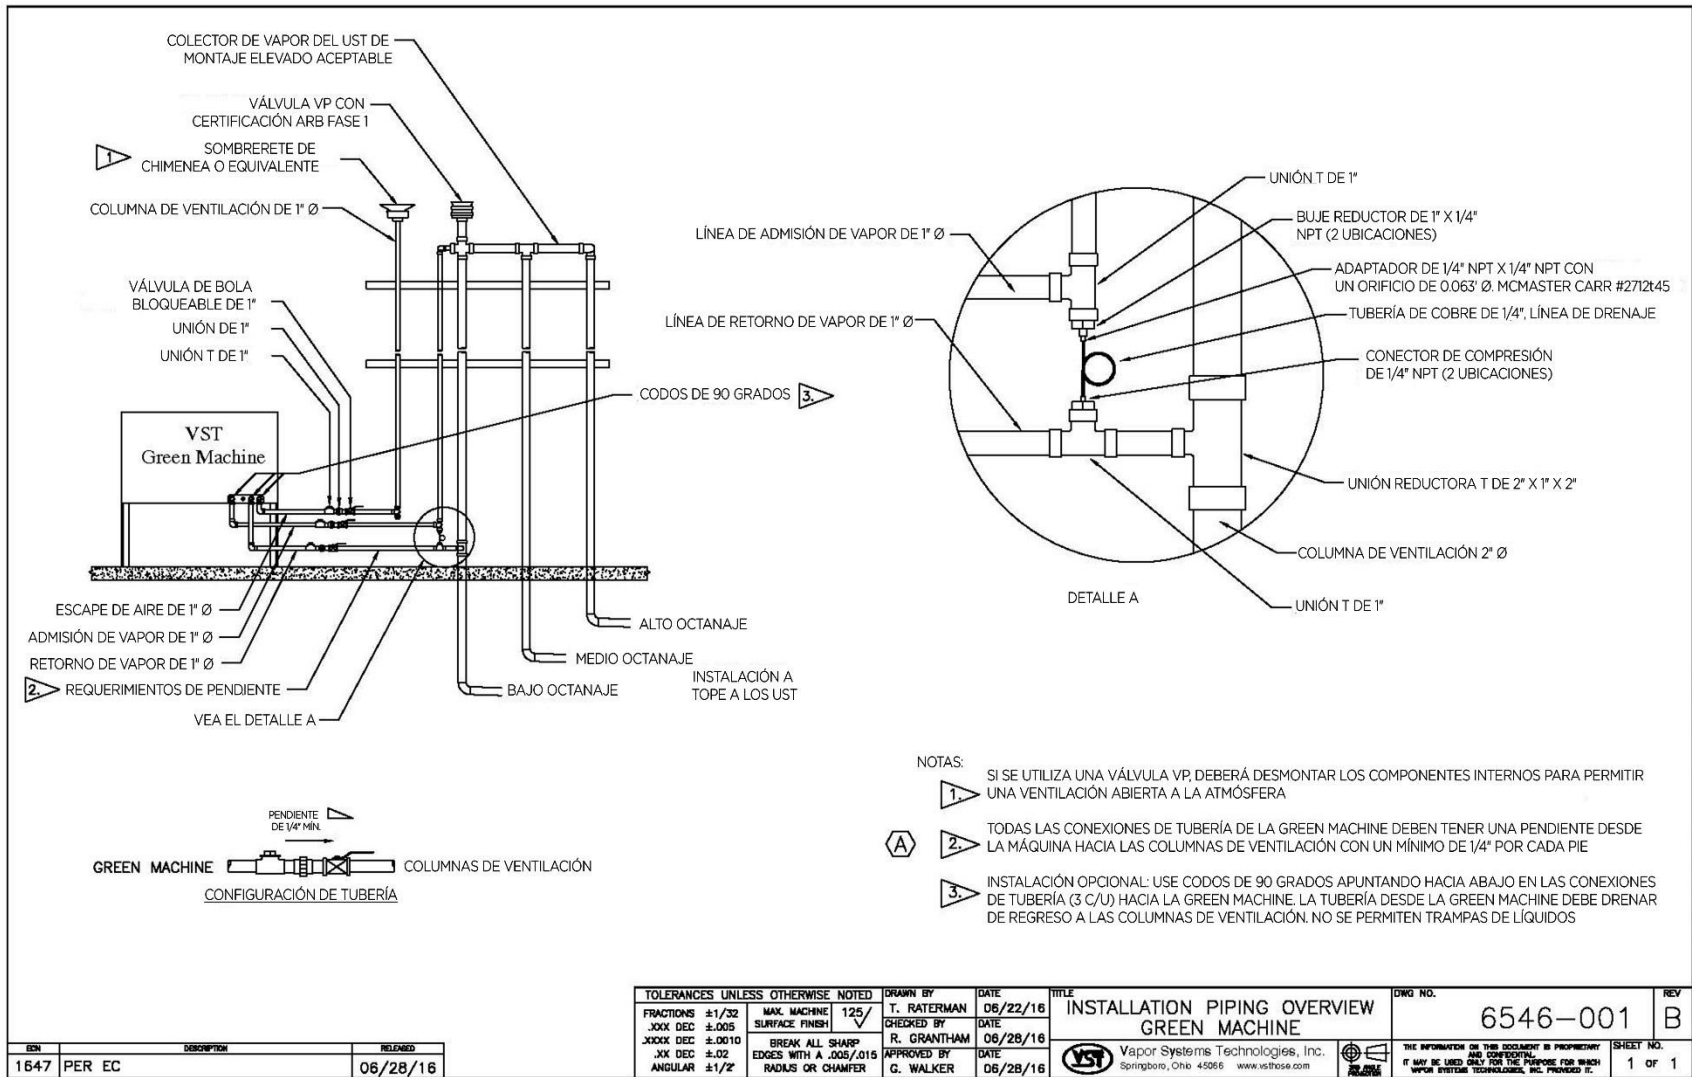

Figura 6-7: Esquema de la tubería de vapores de la GREEN MACHINE
2. En la GREEN MACHINE, asegúrese de que se hayan retirado los bloqueos de las tres válvulas de bola, las tres válvulas estén cerradas y las tapas de las tres conexiones en T se hayan retirado. **Vea la figura 6-7.**